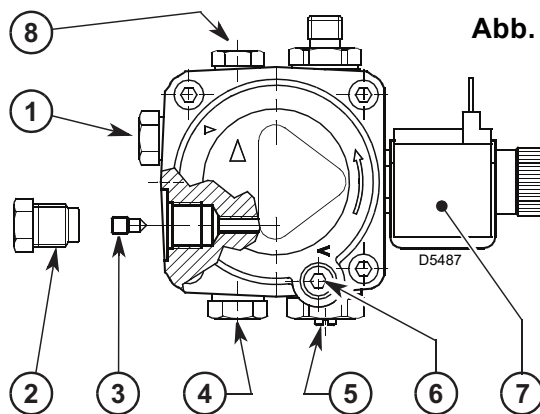
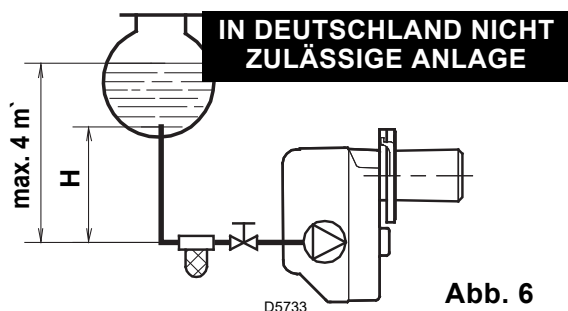

Abb. 5
Abb. 6
- Die Pumpe ist werkseitig für den Zweirohr-Betrieb eingerichtet. Wird ein Pumpen-Einrohrbetrieb für notwendig erachtet, so ist der Rücklauf-Schlauchleitungsstopfen (2) zu lösen und die By-pass Schraube (3) zu entfernen. Danach ist der Rücklauf-Schlauchleitungsstopfen wieder einzuschrauben. (Siehe Abb. 5).
Bei der in Abb. 6 dargestellten Anlage ist es ausreichend, wenn man den Vakuummeteranschluß (5, Abb. 5) lockert und das Austreten des Brennstoffes abwartet.